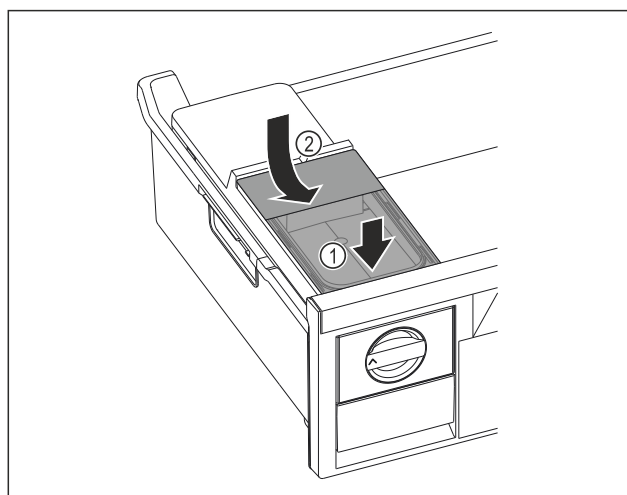

Fig. 43
- ▶ Colocar el depósito de agua por delante. Fig. 43 (1)
- ▶ Bajar el depósito de agua por detrás. Fig. 43 (2)